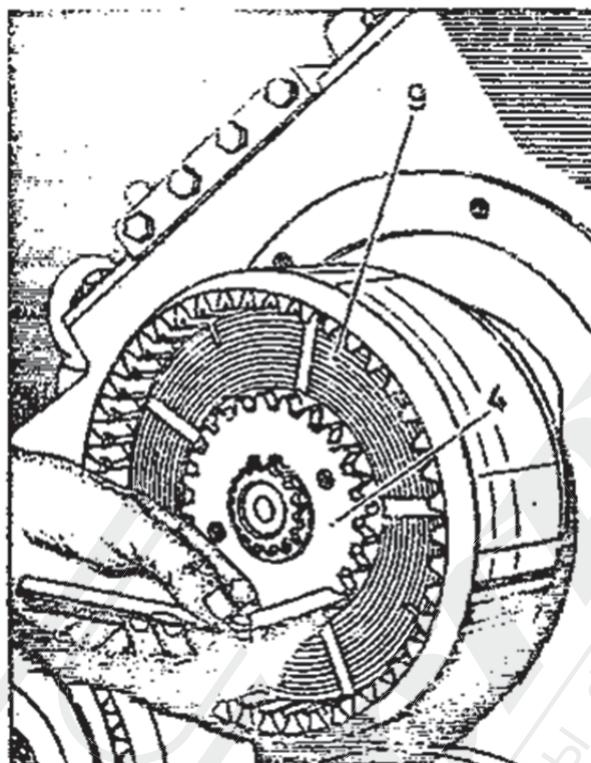

Рис. 2-58. Измерение зазора между зубьями ступицы
12. Проверить зазор между зубьями зубчатых дисков 8 и зубьями диска муфты 2: зазор этот должен составлять 0,28 - 0,36мм. Зазор между зубьями фрикционных дисков и зубьями зубчатой ступицы 4 должен составлять 0,2 - 0,35мм /рис. 2-58, 2-59/.